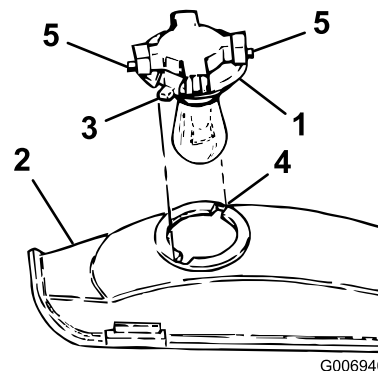

Figura 53
3. Ruotate il portalamпада di 1/4 di giro in senso antiorario e toglietelo dal riflettore (Figura 53).
4. Allineate le linguette del portalampada (Figura 53) con le fessure del riflettore, inserite il portalampada nel riflettore e giratelo di 1/4 di giro in senso orario, finché non si ferma.